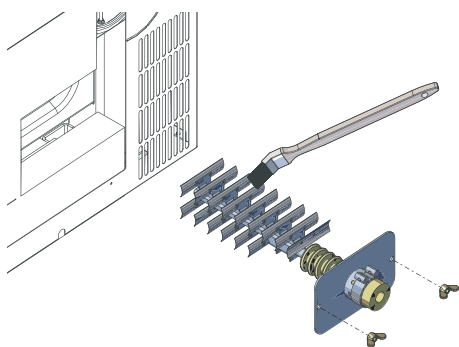

Fig. 57 Deckel entfernen, Elektrode reinigen (nur bei Pelletskessel mit integriertem elektrostatischem Staubabscheider)
- ▶ Deckel bei Kesselwand (2 Flügelmutter) lösen und vorsichtig entfernen – Fig. 57.
- ▶ Elektrode mit Pinsel reinigen (nur bei Pelletskessel mit integriertem elektrostatischem Staubabscheider) – Fig. 57.